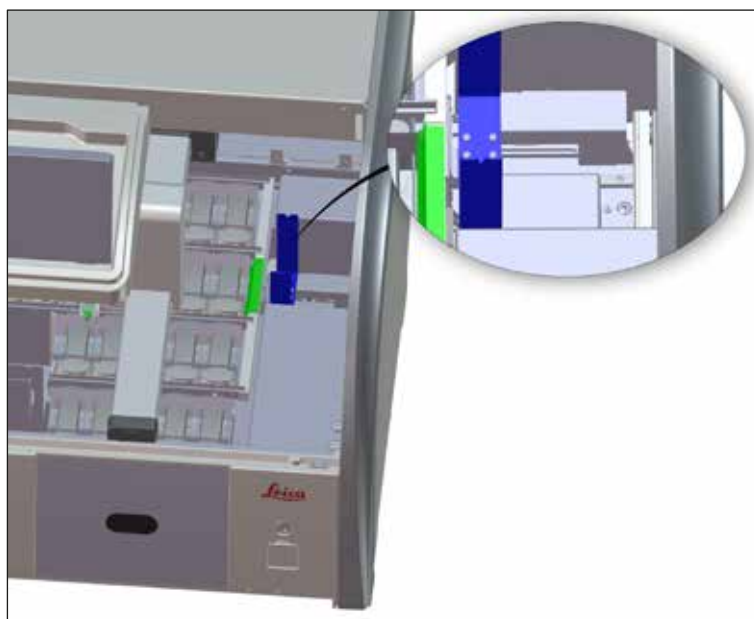

Fig. 98
- Kontrollér regelmæssigt overføringsstationen (→ "Fig. 98") for rester af reagens, og rengør den om nødvendigt med et gængst, mildt rengøringsmiddel med neutral pH-værdi.